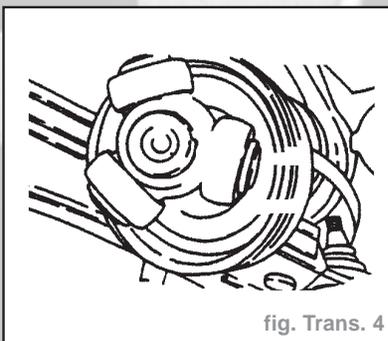

fig. Trans. 4
- Déposer le jonc d'arrêt arrêtant le joint tripode sur l'arbre de transmission, utiliser des pinces appropriées et séparer le joint tripode complet de l'arbre de transmission (fig. Trans. 4).